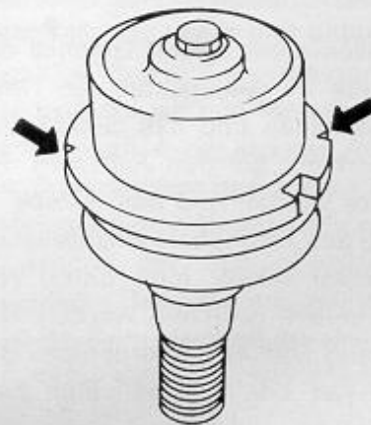

Bild 113
- Beim Einbau eines neuen Traggelenks muß unbedingt darauf geachtet werden, ob nicht produktionsseitig ein Übermaß-Gelenk eingebaut war. Das Normalgelenk ist mit einer Nut am Deckel gekennzeichnet. Das Übergrößetraggelenk ist mit zwei Nuten versehen und ist wie in Bild 113 gezeichnet. Traghebel im Drehstab anbringen und, falls erforderlich, den Dichtring vorher erneuern. Darauf achten, daß die Führungsschrauben einwandfrei in die Vertiefung des Drehstabes eingreift.